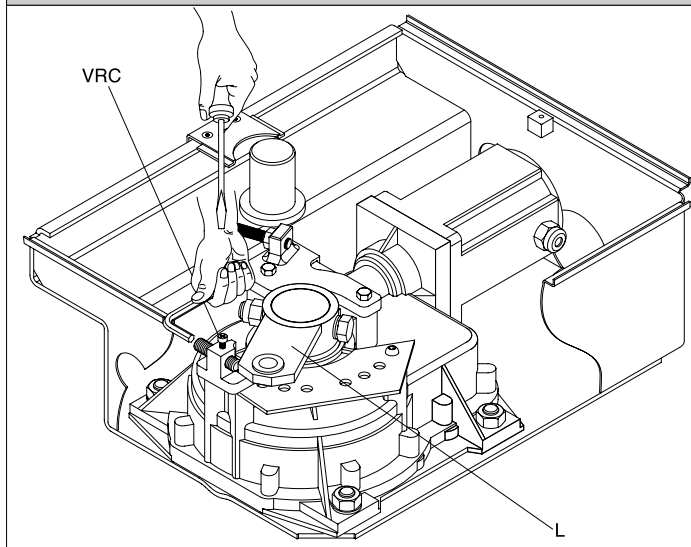

Fig. 11
- Em **ABERTURA** (fig.11). O parafuso de regulagem do fim de curso "VRO", deve interceptar a alavanca "L" depois que a folha do portão tiver chegado no batente do stop de parada de abertura "FA" (fig.8).